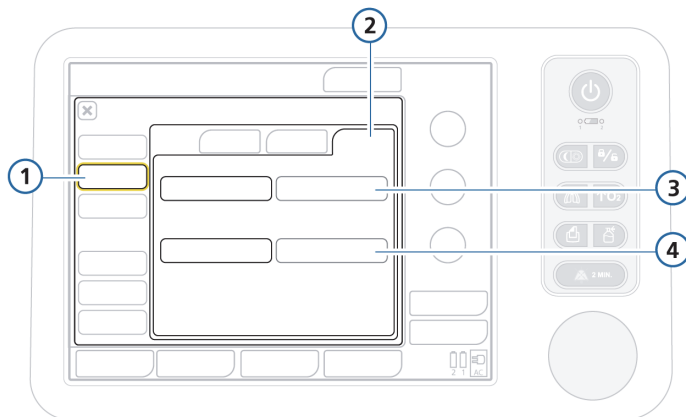

Figura G-5. Configuração das opções de tempo do ciclo respiratório e rotulagem
- ▶ Na janela Modos, selecione **Relação I:E** (o padrão) ou **Tinsp** para a opção de tempo desejada. Consulte a Figura G-5.